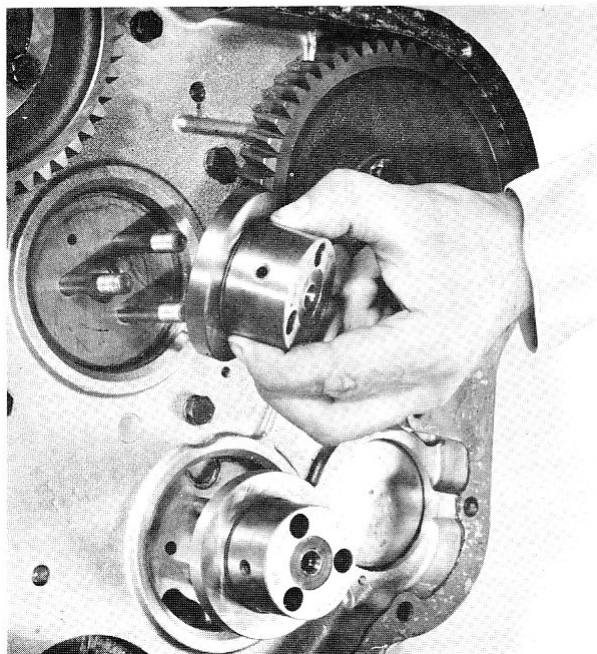

Fig. 11
- 1° Les moyeux des 2 pignons intermédiaires se montent sur les trois goujons en une seule position, faisant coïncider les orifices de graissage (ces moyeux sont interchangeables) (fig. 11).